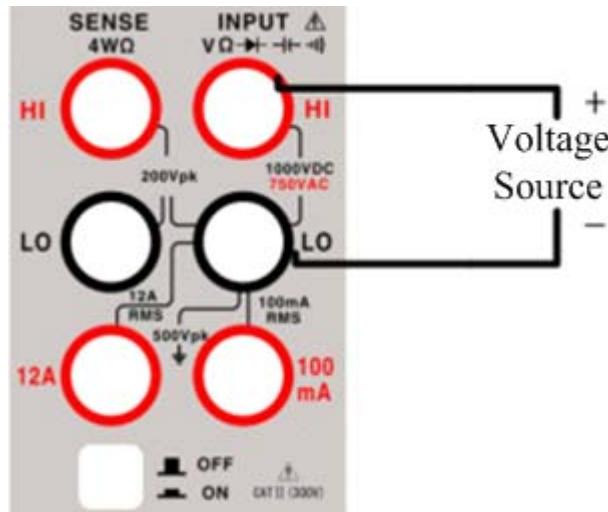

图 2.1.2 DCV 端子连接
2、按图 2.1.2 所示，将红色和黑色测试引线连接到各自的输入端子。